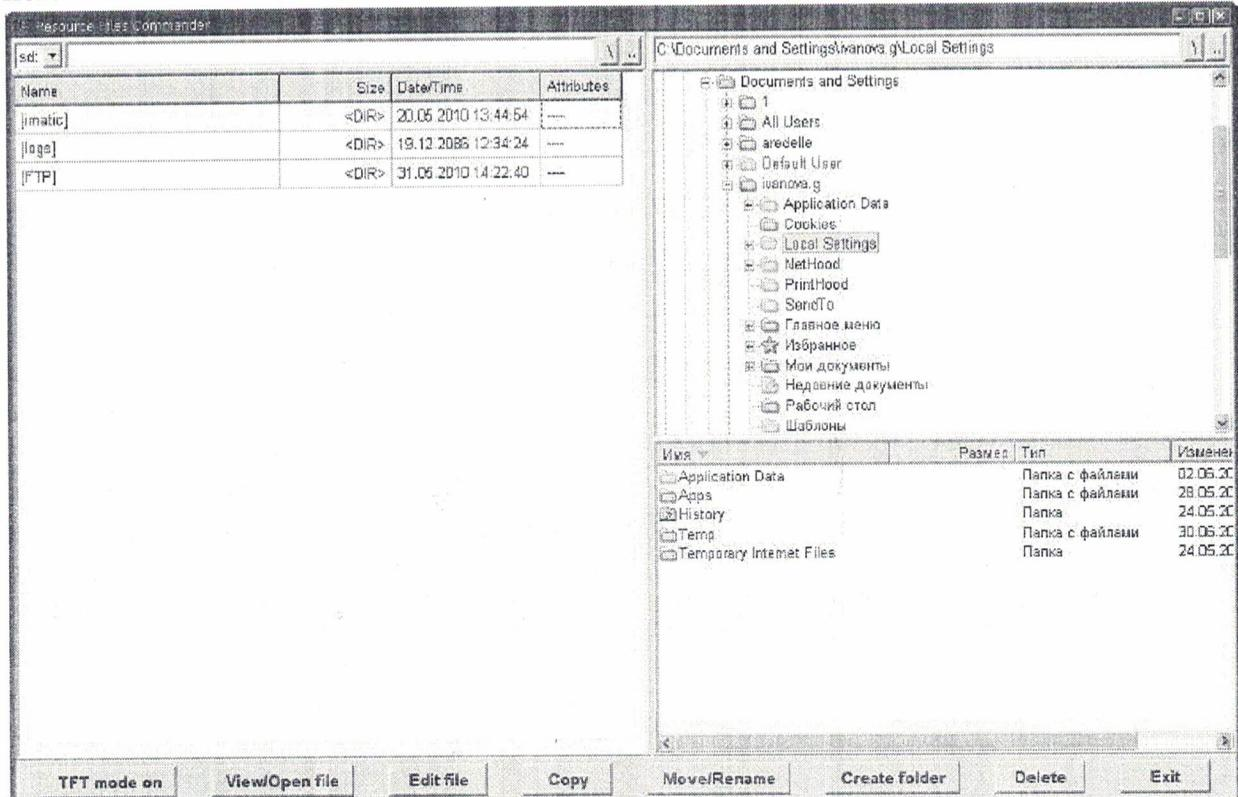

Рисунок 2– Окно «Файловый менеджер»
- «Файловый менеджер» («Resources files») – открывает встроенную утилиту «Recourse Files Commander», рисунок 2, для считывания информации, позволяет считать информацию из встроенной памяти изделия или с внешней карты памяти MicroSD, установленной в изделии без ее извлечения